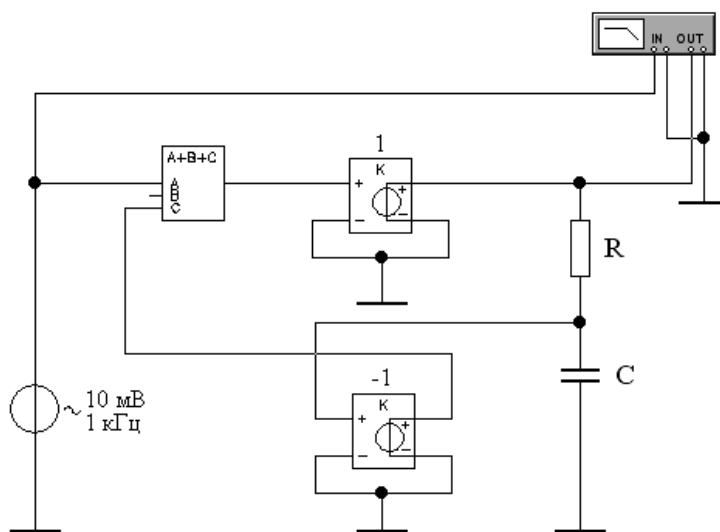

Рис.4.8. Схема для исследования
Построим на экране монитора схему усилителя (рис.4.8).
1. Набрать на рабочем поле схему на рис.4.8;